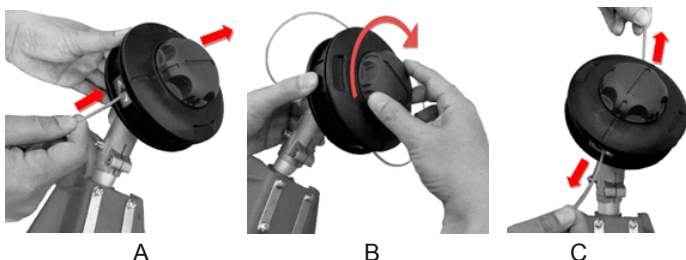

Рис. 10
2. Совместите стрелки на вращающейся кнопке триммерной головки с метками на нижней крышке головки. Отмерьте 4 метра триммерного корда. Вставьте корд в боковое отверстие, протянув его насквозь (Рис. 10А). Выровняйте оба конца корда.
3. Вращайте кнопку до тех пор, пока весь корд не будет смотан внутрь головки. (Рис. 10В).
4. Потяните корд за оба конца, вытянув его на нужную длину (Рис. 10С).